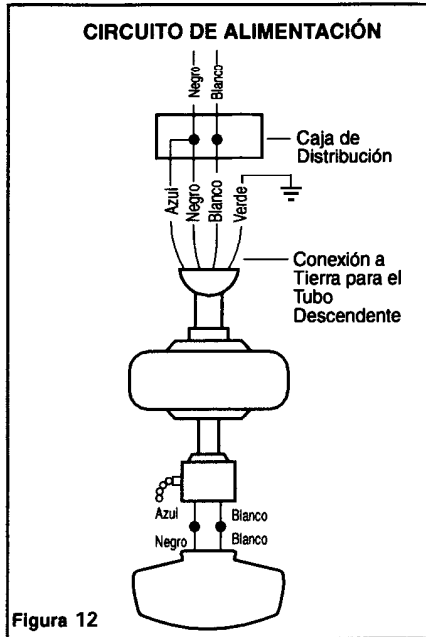

Figura 12
Paso 1 Conectar el conductor de tierra del suministro de 120 voltios (este puede ser un cable descubierto o un cable con aislación verde) al (los) cable (s) verde de tierra del ventilador (Figura 12).